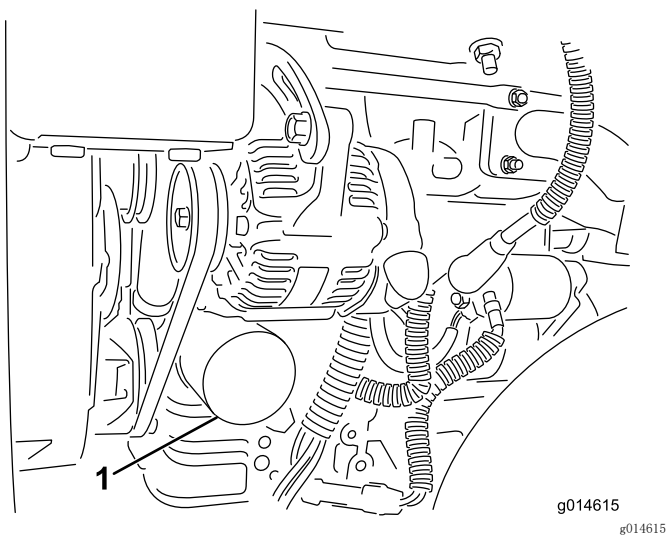

图30
2. 拆下机油滤芯（图30）。在新的滤芯垫片上涂上薄薄一层干净油。